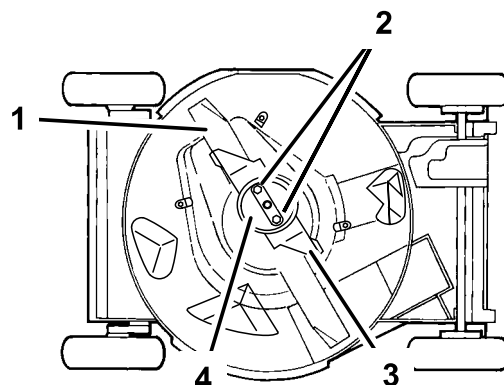

Figura 33
4. Inclinate il tosaerba sul lato **destro** (Figura 33).
Afferrate l'estremità della lama con un cencio o un guanto bene imbottito. Togliete i dadi della lama, la coppa antistrappo, l'acceleratore e la lama (Figura 33).
5. Togliete i due dadi della lama, la coppa antistrappo, l'acceleratore e la lama (Figura 33).